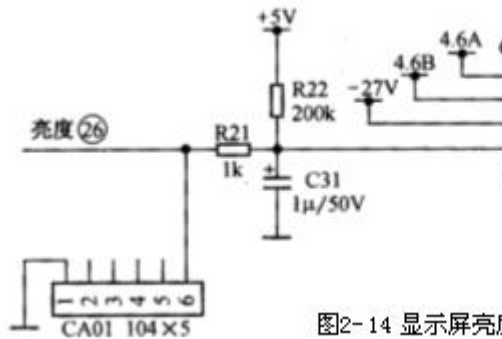

图2-14 显示屏亮度检测电路原理图
VFD 显示屏适应环境的亮度，其电路原理如图 2-14 所经 CN02 的①脚，经滤波取样输入到芯片的亮度检测的